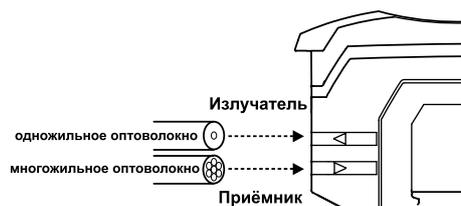

Рис. 4
5. При подключении коаксиального кабеля к усилителю подключите одножильное оптоволокно к излучателю, а многожильное — к приёмнику, как показано на рис. 4.